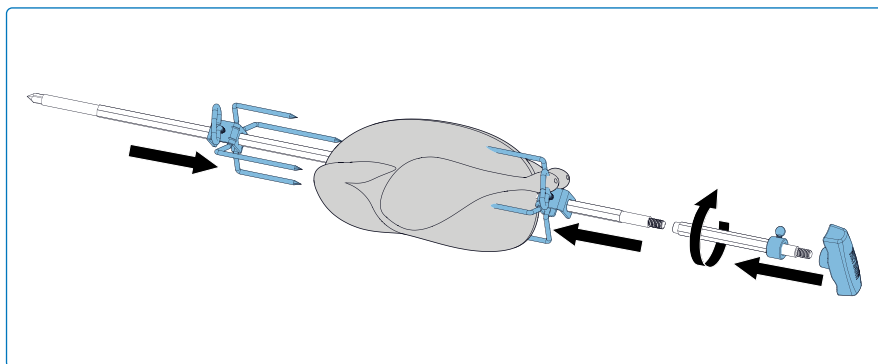

Fig. 4
3. Collegare la prolunga dell'asta, fissare la prima forchetta, infilare la carne, quindi fissare la seconda forchetta contro la carne. **(Fig. 4)**.